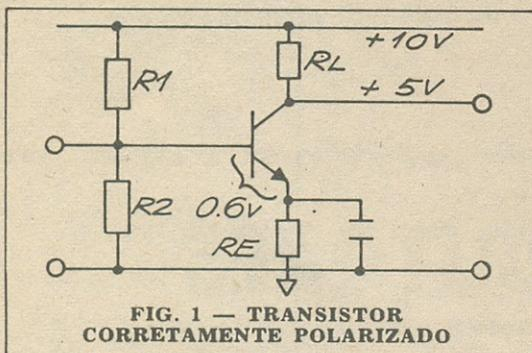

FIG. 1 — TRANSISTOR CORRETAMENTE POLARIZADO
2.a Dica: Modifique o sinal de controle e veja se o circuito responde adequadamente. Como exemplo, a fig. 1 mostra um transistor NPN de silício polarizado de maneira a apresentar 5V de tensão de coletor (circuito amplificador). Agora remova a polarização direta da junção base-emissor, colocando em curto esta junção, conforme a figura 2.